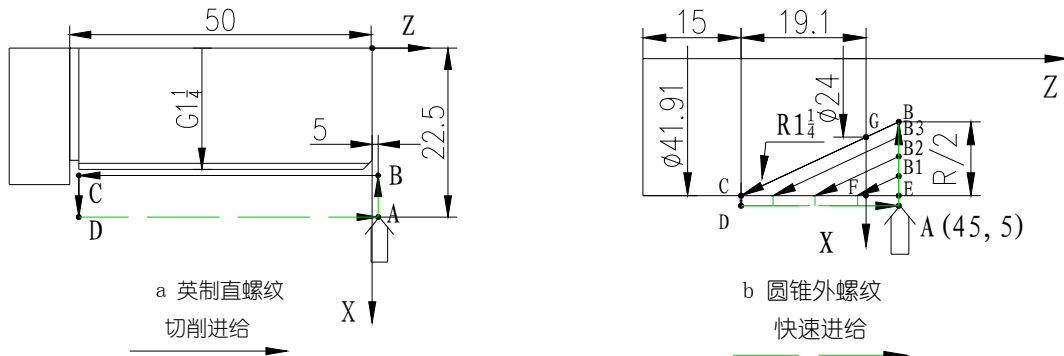

图 4-28
5)、综合示例：如下图 4-28
例 1：加工图 4-28 a 所示的英制圆柱管螺纹。（ $G1\frac{1}{4}$:牙数 11, $D=41.910$, $D2=40.431$, $D1=38.952$ ）
例 2：加工图 4-28 b 所示的圆锥外螺纹（ $R1\frac{1}{4}$: $D=41.910$, $D2=40.431$, $D1=28.952$, $P=2.309$ 螺纹有效长度